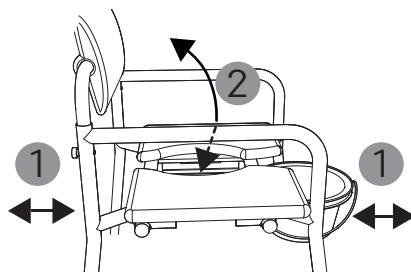

Abb. 21
1. Schieben Sie den Toiletteneimer ohne Deckel über die Führungsschiene von hinten/vorn unter den Sitz, sodass er zwischen den Steckrohren platziert ist (1, Abb. 21).
2. Entfernen Sie die Abdeckung vom Hygieneausschnitt (2, Abb. 21).
1. Zum Leeren des Eimers wird dieser vorsichtig nach hinten/vorne herausgezogen (1, Abb. 21).
1. Zum Duschen wird das Produkt ohne eingesetzten Toiletteneimer verwendet. Falls nötig entfernen Sie ihn vorsichtig, indem Sie ihn nach hinten/vorne herausziehen (1, Abb. 21).
2. Sie können die Abdeckung des Hygieneausschnitts bei Bedarf in die Sitzfläche einsetzen oder aus ihr herausnehmen. (2, Abb. 21).